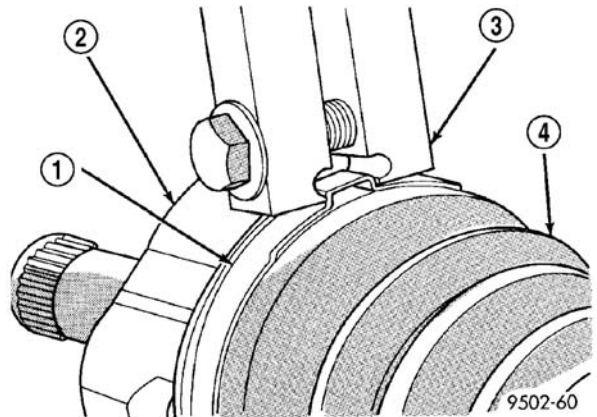

图 23 安装在密封套卡箍上的卷边工具
(1) 把卷边工具 C-4975-A 置于卡箍的桥上方（图 23）。